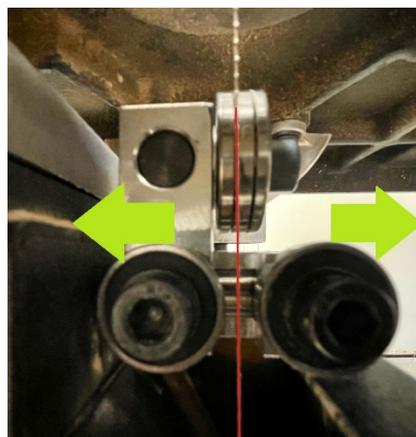

Figure 7
- Ecarter les deux roulements latéraux du guide lame (Fig7)
Le ruban de chantournage sera guidé par la rainure de **gauche**. (Fig 7)